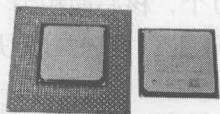

图 1-1 两种接口的 P4 (左为 423 针的 P4，右为 478 针的 P4)
- **奔腾四代 P4 (Pentium 4)** P4 有两种不同的接口，一种是 Socket 423，另一种是 Socket 478，如图 1-1 所示。P4 有 256KB 高速二级缓存和 SSE2 指令集。由于 P4 的指令不需要解码，没有指令缓存，只有 8KB 的数据缓存和一个指令追踪缓存，因而不同于传统的 CPU 一级缓存。P4 最低频率是 1.3GHz，最高已达 2GHz。P4 在 CPU 的散热和供电系统与以前的产